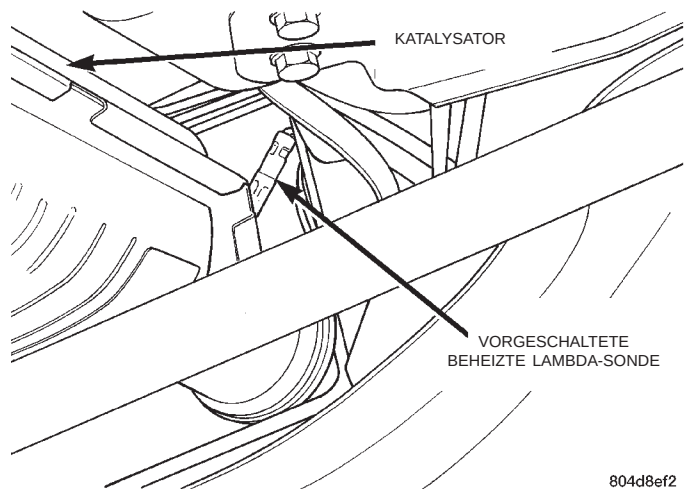

Abb. 80 Aus-/Einbau, vorgeschaltete beheizte Lambda-Sonde
(1) Das Fahrzeug anheben und sicher abstützen.
(2) Den Steckverbinder von der Lambda-Sonde abziehen.
(3) Die Lambda-Sonde mit einem verstellbaren Gelenkschlüssel für Lambda-Sonden, wie z.B. das Snap-On-Spezialwerkzeug YA8875 oder einem gleichwertigen Werkzeug ausbauen (Abb. 80).